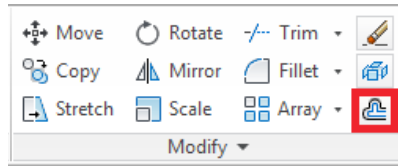

Рис. 32 Функция Offset (Смещение)
- Функция **Offset (Смещение)** позволяет смещать объекты (Рис. 32).